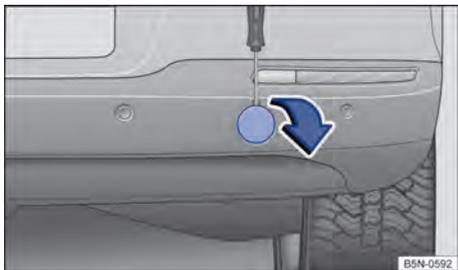

Fig. 250 No para-choque traseiro à direita: capa de cobertura para o alojamento da argola de reboque.
O alojamento da argola de reboque rosqueável está localizado à direita do para-choque traseiro, atrás de uma cobertura \Rightarrow Fig. 250. Em *veículos com dispositivo de reboque instalado de fábrica*, atrás da cobertura **não** há um alojamento para a argola de reboque rosqueável. Para rebocar, girar a rótula de engate para fora e utilizá-la \Rightarrow Página 155, \Rightarrow .
- Levantar cuidadosamente a capa de cobertura no sentido da seta \Rightarrow Fig. 250. Para isso, poderá ser necessário um esforço um pouco maior. Deixar a cobertura suspensa.